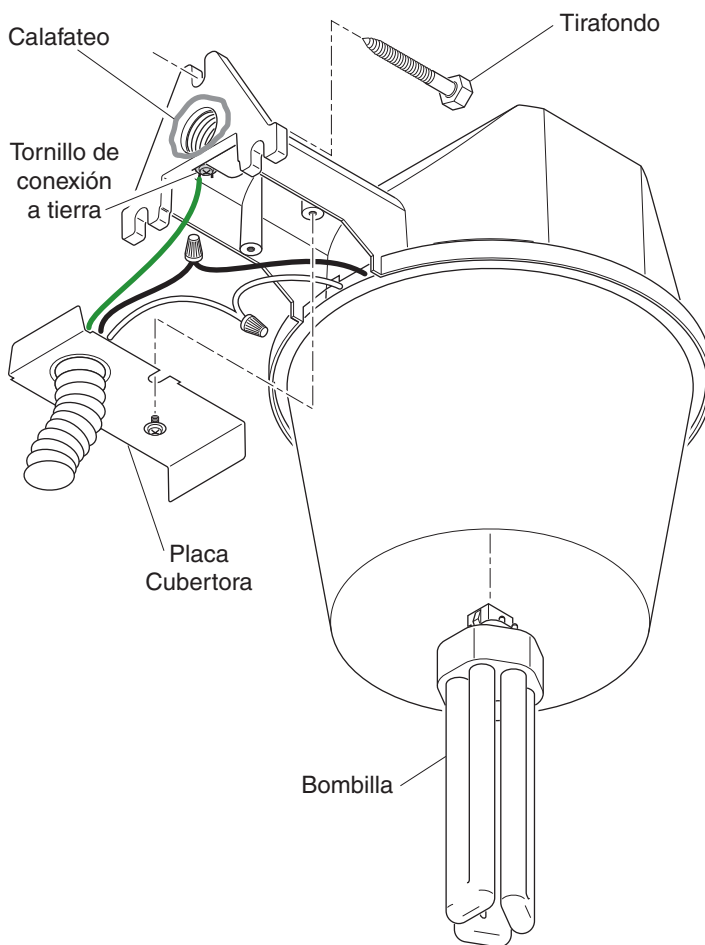

Figura 2
6. Quite los dos tornillos que sujetan la tapa del aparato al difusor (vea la Figura 2).
7. Pase los cables de servicio desde el conductor por la tapa del aparato (vea la Figura 2).
1. Conecte los cables del aparato a los cables de servicio como se muestra en la Figura 2 (**negro a negro y blanco a blanco**).
2. Este aparato **debe** estar conectado a tierra. Asegure el cable de conexión a tierra de servicio debajo de la cabeza del tornillo verde de conexión a tierra (vea la Figura 2).
3. Instale la placa de la cubierta. Asegure con los dos tornillos provistos (vea la Figura 2).